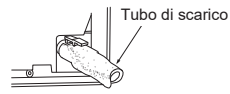

Fig. 4
- 5) Inserire completamente il tubo di scarico nella bacinella di scarico sul lato posteriore destro dell'unità interna. (Fig. 4)
- 6) Inserire il tubo di scarico nella manica foro muro (C) e agganciare la parte superiore dell'unità interna alla piastra di installazione (1). Quindi, spostare completamente l'unità interna sulla sinistra in modo da facilitare il posizionamento della tubazione nello spazio sul retro dell'unità.